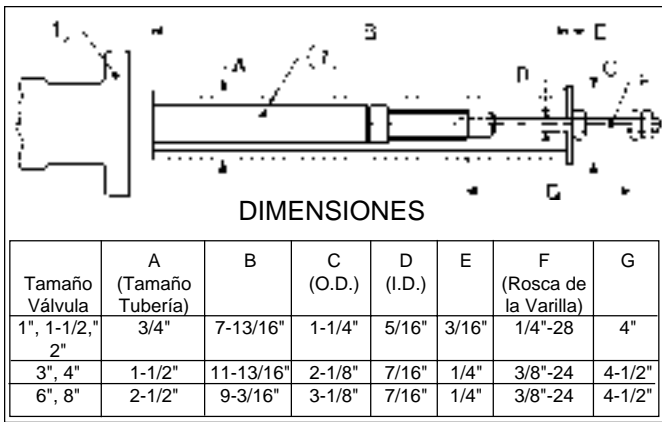

Figura 10: Extractor de Vástago
- casquillo del anillo prensaestopa (16) para construcción estándar. **(NOTA:** Cuando se utiliza la Opción-38 HT de empaque para alta temperatura, la guía del empaque (15.1) contiene un buje en carbón presionado (15.2) el cual no es reemplazable en campo y debe ser suministrado como un subensamble del buje del empaque (15).)
- j. Afloje el tornillo de retención del eje (17) girando en SAH (visto desde la cabeza del tornillo) de 2-3 vueltas para verificar fluido atrapado. Después de que todo el fluido ha sido venteadado, quite el tornillo (17).
- k. Rote el vástago (7) en SH visto desde el extremo del actuador del vástago (7) para cerrar el obturador (6).
- l. Retire fuera del cuerpo (1) el subensamble vástago (7), subensamble manguito retenedor (8) y el juego de anillos prensaestopa (13).
NOTA: Si se encuentra dificultad en la remoción del subensamble vástago (7) utilice un extractor. Ver la Figura 10. Sostenga la doble tuerca con una llave expansiva para evitar la rotación del vástago pues éste podría dañar los sellos si los componentes internos están aún entre el cuerpo (1) de la válvula. Utilice una tuerca simple para atraer el subensamble vástago (7) hacia fuera.
- m. Utilizando un solvente adecuado y aceptable para el usuario, limpie a profundidad el vástago de la válvula (7) y la caja de la empaquetadura del cuerpo (1). Inspeccione la fineza de la superficie del subensamble vástago (7) y la fineza de la pared interna del área de la caja del empaque (13). Si encuentra rayaduras